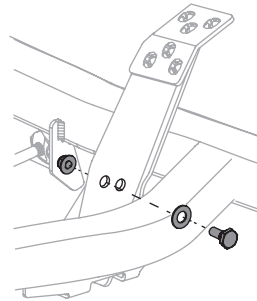

Figure 36
2. Retirez le boulon hexagonal, la rondelle et l'écrou hexagonal près du centre de la pédale. Voir Figure 36.
4. Réinstallez le matériel précédemment retiré et serrez l'écrou à 38-47 N·m (28-35 pi·lb). Voir Figure 36 à la page 95.